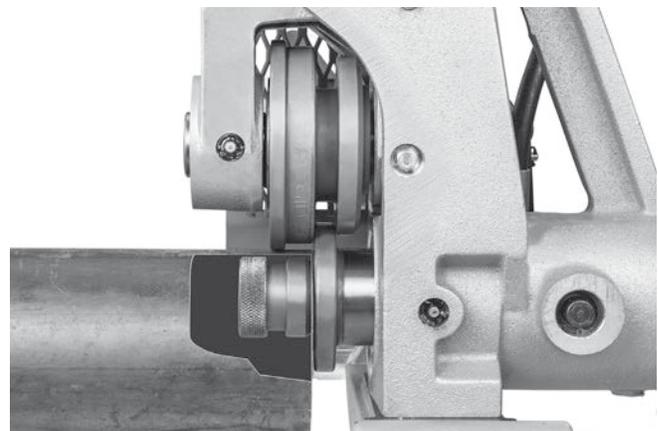

Figura 11 - Posizionamento del tubo sull'albero di trasmissione, a filo della rispettiva flangia (stabilizzatore rimosso per chiarezza)
3. Il tubo va sostenuto con supporti appropriati. Regolare l'altezza dei cavalletti per tubi in modo che il tubo si trovi a filo e che il diametro interno superiore del tubo superi il rullo di trascinamento (vedere la Figura 11).
4. Posizionare il tubo sul/i cavalletto/i con l'estremità a filo della flangia dell'albero di trasmissione e l'interno del tubo a contatto con la parte superiore dell'albero di trasmissione (Figura 11). Accertarsi che il tubo sia stabile e sicuro.